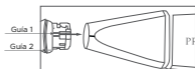

Fig. 2
2. Чтобы вставить новый кончик детектора, расположите метку 1, как показано на рис. 2а, сдвиньте ее и поверните по часовой стрелке, чтобы сровнять метку 2 с меткой на корпусе прибора и зафиксировать, как показано на рис. 2б.
рис. 2а
рис. 2б